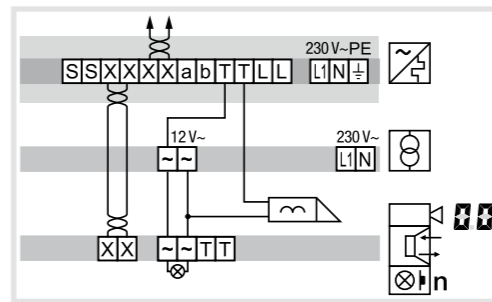

Bild 9: Anschluss der Türstation Video mit manipulationsgeschütztem Türöffner
- Bei manipulationsgeschützter Installation den Türöffner an den Kontakt der Strangversorgung anschließen (Bild 9).